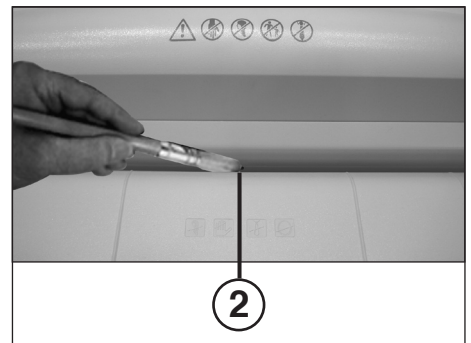

fig. 4
**NETTOYAGE DES CELLULES PHOTO-ÉLECTRIQUES (fig. 4):**